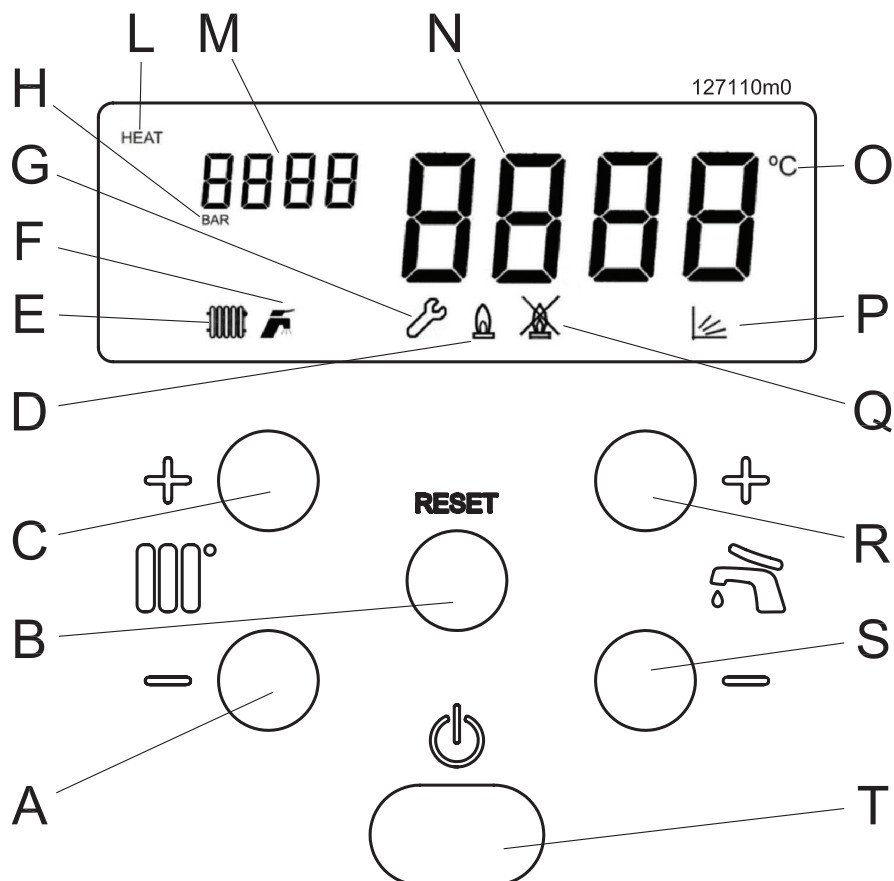

Figura 7.1 - Quadro comandi
Legenda Figura 7.1
Se la pressione all'interno del circuito del riscaldamento scende al di sotto di 0,5 bar, il visore "N" di figura 7.1,
- 3.- controllare la pressione sul visore "M" di Figura 7.1, deve raggiungere la pressione di 1 - 1,5 bar
L'ingresso nel "Menu utente" è evidenziato dal visore "M", di figura 7.1, che indica parametri che possono assumere valori
La regolazione della temperatura dell'acqua calda sanitaria si esegue agendo sui tasti  + e . Premuto uno dei due tasti, il visore "N" di figura 7.1, comincia a lampeggiare e a mostrare la temperatura che si sta impostando. Il campo di regolazione entro il quale si può regolare la temperatura del sanitario va da 40°C a 60°C oppure da 40°C a 70°C nel caso di presenza di un bollitore.
Tenendo premuto il tasto  anche sotto 40°C, comparirà la scritta **OFF** ad indicare lo spegnimento del servizio sanitario, evidenziato anche dallo spegnimento dell'icona "F" di cui in figura 7.1.